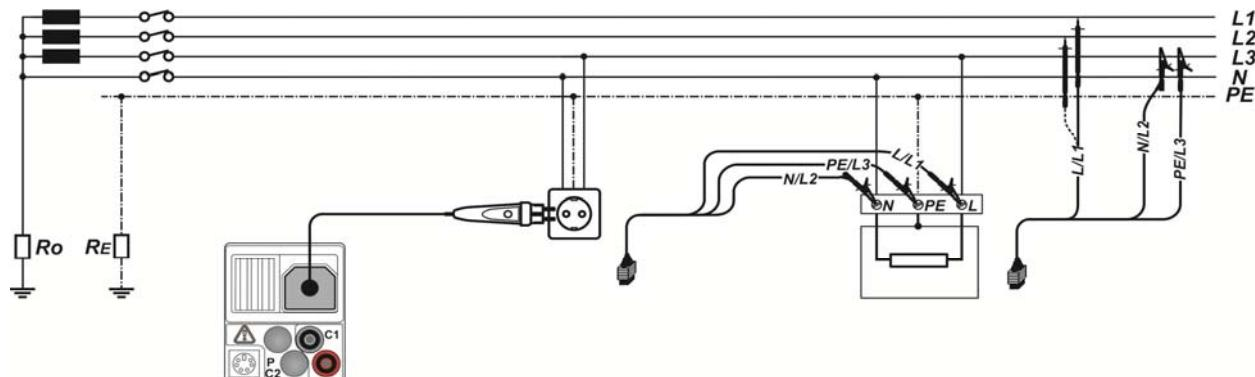

Рисунок 5.31: Измерение импеданса линии фаза-нейтраль или фаза-фаза – подключение штепсельного щупа «plug commander» и 3-х проводного тестового кабеля
- **Подключите** измерительную проводку (выводы) к тестируемому элементу (см. Рисунок 5.31: Измерение импеданса линии фаза-нейтраль или фаза-фаза – подключение штепсельного щупа «plug commander» и 3-х проводного тестового кабеля